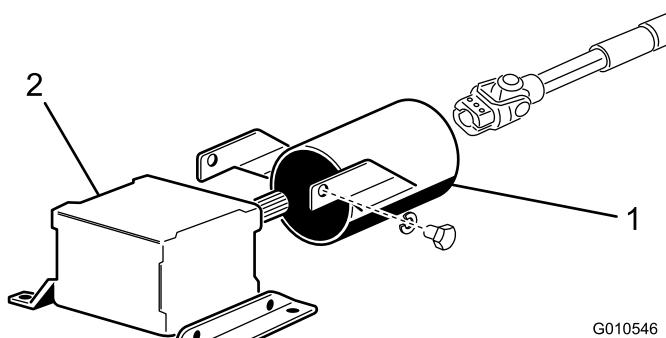

Figura 8
3. Retire los 2 pernos y las arandelas de freno que sujetan los soportes de montaje del protector de la toma de fuerza a la caja de engranajes (Figura 8). Guarde los herrajes para instalaciones futuras.
4. Deslice el protector del árbol de la toma de fuerza sobre el árbol de la toma de fuerza, posicionando el protector según se muestra en Figura 8.